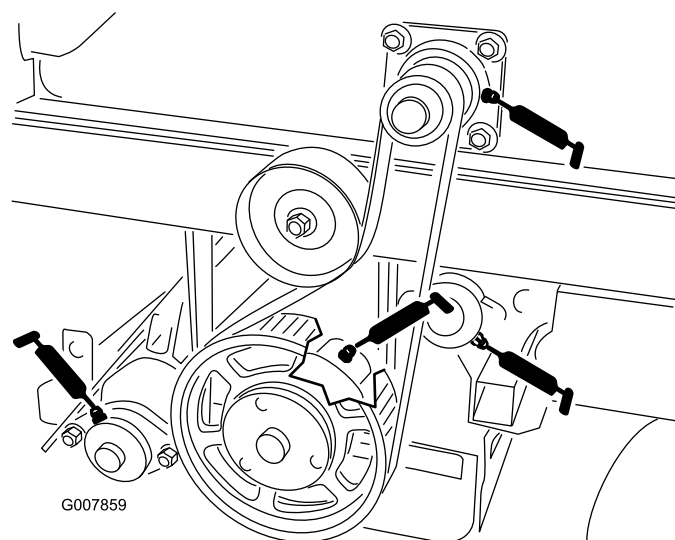
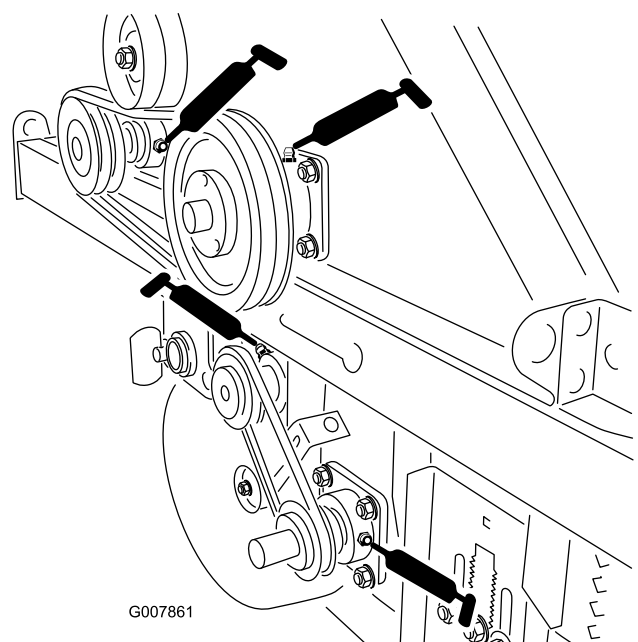

図 41
図 43
- ・ チョッパー・アセンブリ、2ヶ所（図 43 と 図 41）。
- ・ 回転コーナー、2ヶ所（図 43 と 図 41）
- ・ ピックアップ・ブラシ、2ヶ所（図 43 と 図 41）
- ・ 後ローラ、2ヶ所（図 41）